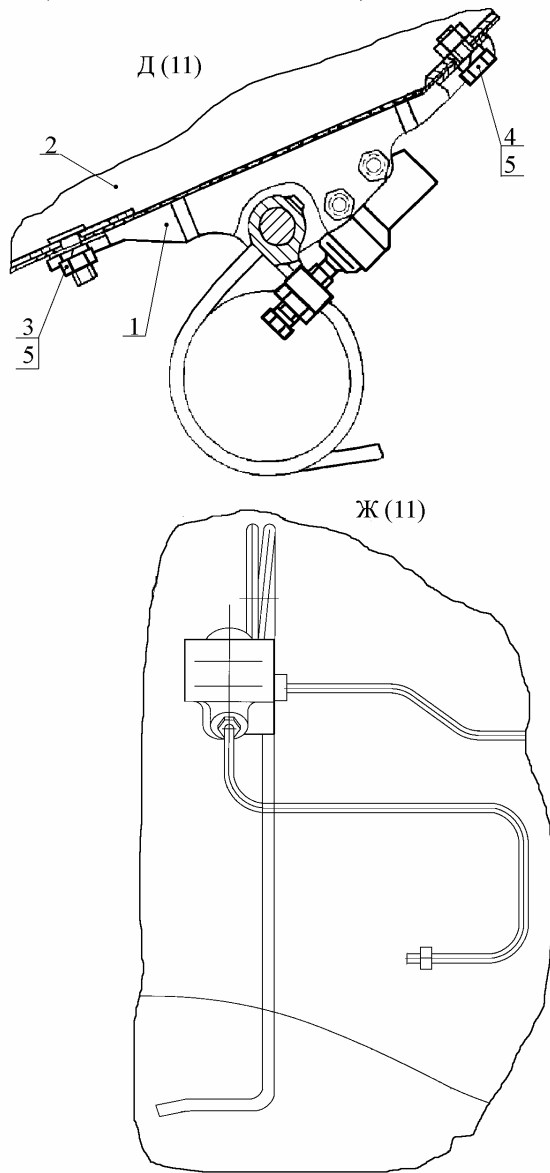

Рис.17 Снятие регулятора давления тормозов:
4.15.2. Снять регулятор давления 1 (рис. 17) тормозов, отвинтив и сняв одну гайку 3, один болт 4 с двумя пружинными шайбами 5 крепления регулятора к панели пола 2 задней (ключ 13 ГОСТ 2839-86).